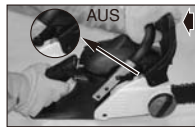

Bild. 6A
1. Die KETTENBREMSE ist AUSGEKOPPELT (Kette kann sich bewegen), wenn der BREMSHEBEL ZURÜCKGEZOGEN UND EINGERASTET IST. Vergewissern Sie sich, dass der Kettenbremsriegel auf AUS gesetzt ist. (Bild. 6A)